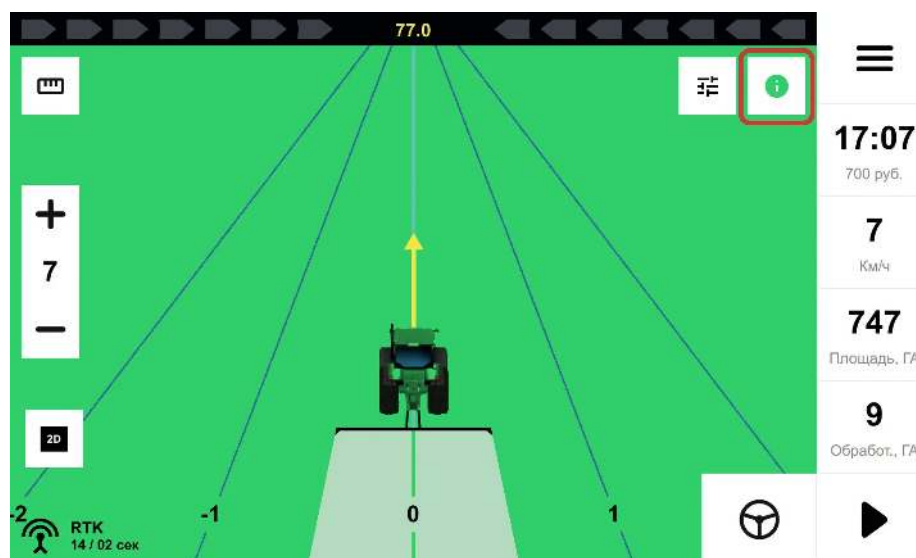

Рисунок 59. Рабочее окно
2.1. В рабочем окне навигатора нажмите на кнопку вызова панели индикаций (см. Рисунок 59).